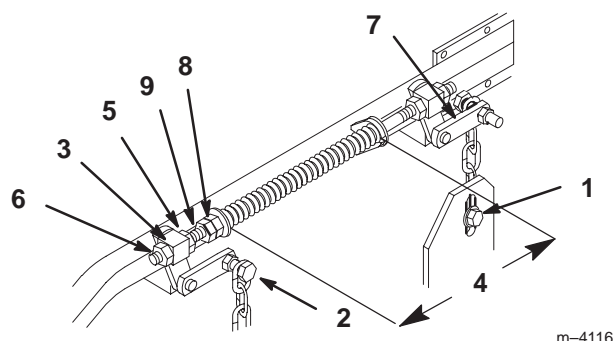

Bild 62
4. Heben Sie die Schneidwerkabdeckung in die Transportposition an (Bild 61). Nehmen Sie den Druck von den beiden großen Hebefedern der Schneidwerkabdeckung, indem Sie die Klemmmutter und vordere Spannmutter vor jeder Feder soweit wie möglich lockern (Bild 62).
6. Lockern Sie die untere Kettenschraube im Schlitz an der Rückseite der Schneidwerkabdeckung. Wiederholen Sie das Verfahren für die andere Seite (Bild 62).
7. Lockern Sie die vordere und hintere Sicherungsmutter an beiden Seiten des vorderen Drehzapfens. Lockern Sie die Muttern so weit, bis die vorderen Ketten lose sind und die Schneidwerkabdeckung von den Blöcken getragen wird. Wiederholen Sie das Verfahren für die andere Seite (Bild 62).
8. Bei gelockerten Befestigungsteilen dreht die verbleibende Spannung in den großen Stützfeder den Hebegriff der Schneidwerkabdeckung aus seiner 38 mm-Stellung heraus nach oben. Drücken Sie auf den hinteren Stützarm der Schneidwerkabdeckung, um den Hebegriff der Schneidwerkabdeckung wieder fest in seine 38mm-Stellung zu bringen (Bild 62).
9. Drücken Sie weiter auf den hinteren Stützarm der Schneidwerkabdeckung. Straffen Sie dabei die hintere Kette und ziehen Sie die Befestigungsteile unten an (Bild 62). Jetzt müssen Sie den Stützarm nicht mehr nach unten drücken. Wiederholen Sie das Verfahren für die andere Seite.
15. Regulieren Sie die Druckfedern, indem Sie die vorderen Spannmuttern so weit drehen, bis die Entfernung zwischen den beiden großen Scheiben 260 mm beträgt. Ziehen Sie dann die Klemmmutter an (Bild 62).